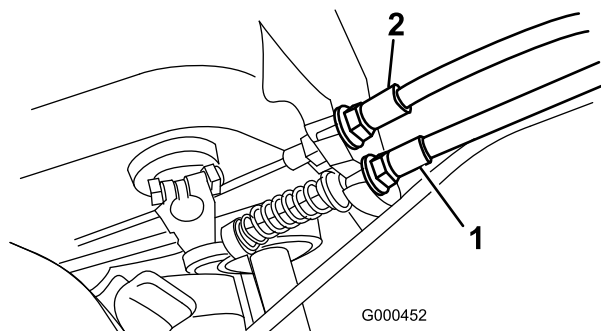

Figura 42
2. Per aumentare la tensione del cavo allentate il controdado del cavo anteriore e serrate il controdado del cavo posteriore (Figura 42) finché non occorre una forza di 5,4–7,3 kg. per innestare il comando della trazione.